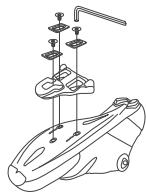

Abbildung 2. Einschrauben
3. Die Pedalplattenschrauben zusammen mit den beiliegenden Unterlegscheiben provisorisch einschrauben (Abbildung 2).